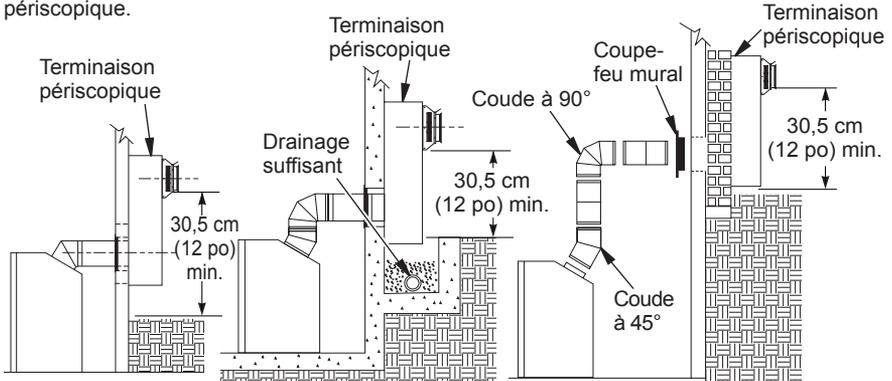

Figure 16 - Configurations de terminaison périscopique pour installation au sous-sol
- Utilisez des terminaisons périscopiques quand le dégagement minimum prescrit ne peut être réalisé (voir figure 16, page 14).
Les terminaisons périscopiques sont disponibles pour les installations nécessitant une élévation verticale sur l'extérieur du bâtiment. Si vous installez une terminaison périscopique sous le niveau du sol, vous devez installer un système de drainage pour empêcher l'eau d'entrer dans la terminaison périscopique (voir figure 16). Ne remplacez pas autour de la terminaison périscopique.